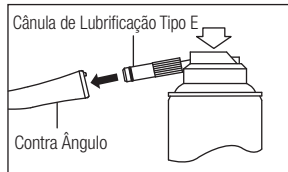

Fig. 15
- 2) Introduza o bico de pulverização na parte posterior do contra ângulo. Segure o contra ângulo e pulverize 2-3 vezes durante aproximadamente 2-3 segundos de cada vez. Aplique lubrificante até sair pela cabeça do contra ângulo durante, pelo menos, dois segundos (Fig. 15).
- 3) Lubrifique o instrumento com NSK PANA SPRAY Plus / PANA SPRAY (Fig. 15) ou com um sistema de limpeza e lubrificação de instrumento automático.